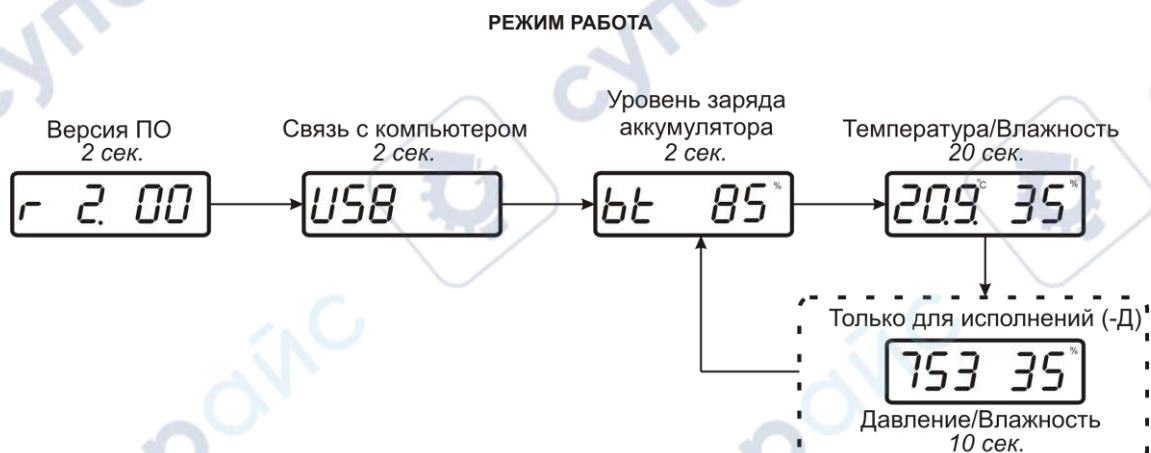

Рисунок 4.1 Индикация измерителей при подключении к компьютеру (исполнение с отображением давления в мм.рт.ст.)
- 4.5 При подключении измерителей к компьютеру на экране последовательно индицируются версия внутреннего ПО, надпись «USB» и степень заряда батареи в %, подробнее см. рисунок 4.1.